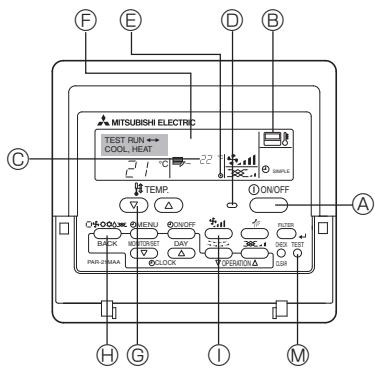

Fig. 9-2
9.2.2. Afstandsbediening med draad (Fig. 9-2)
- ① Schakel het apparaat minimaal 12 uur voor het proefdraaien in.
- ② Druk tweemaal op de toets [TEST]. ➔ "TEST RUN" in het LCD-venster
- ③ Druk de toets [Mode selection] (Moduskeuze) in. ➔ Controleer of er lucht wordt uitgeblazen.
- ④ Druk op de toets [Mode selection] (Moduskeuze) en schakel over naar de werkstand kelen (of verwarmen). ➔ Controleer of er koude (of warme) lucht wordt uitgeblazen.
- ⑤ Druk op de toets [Fan speed] (Windsnelheid). ➔ Controleer of de luchtafstroming snelheid verandert.
- ⑥ Controleer de ventilator van het buitenapparaat op een goede werking.
- ⑦ Schakel het proefdraaien uit met de [ON/OFF]-toets ➔ Stop
- ⑧ Leg een telefoonnummer vast.